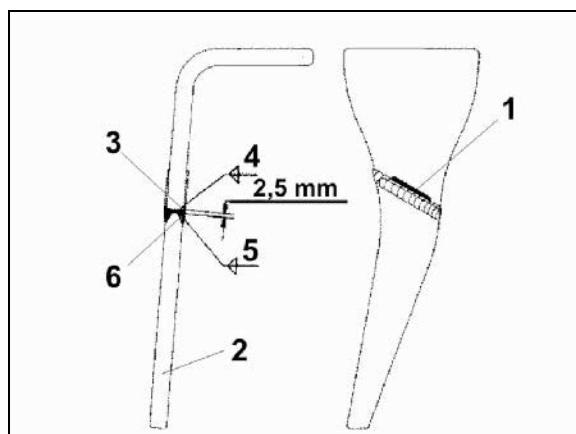

Fig. 68
2. Anbring en markering (Fig. 68/1) før gennemskæring
3. Skær den gamle jordbearbejdningstand gennem ved markeringen (Fig. 68/1)
4. Fastgør påsvejsningsspidsen (Fig. 68/2) på tandstumpen (Fig. 68/3) og lad tanden afkøle
5. Efter dæklagssvejsningen (Fig. 68/6) er tanden atter klar til brug.